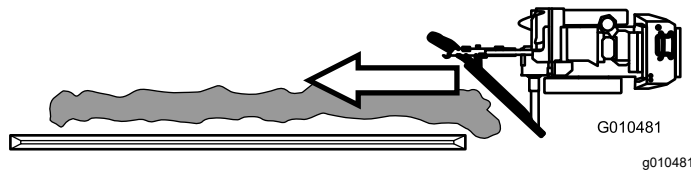

Figura 6
1. Portate lo scavafossi con la lama attaccata alla fine del fosso, orientando la lama appena dietro il mucchio di detriti in modo che l'estremità sinistra della lama si sovrapponga al lato destro del fosso (Figura 6).